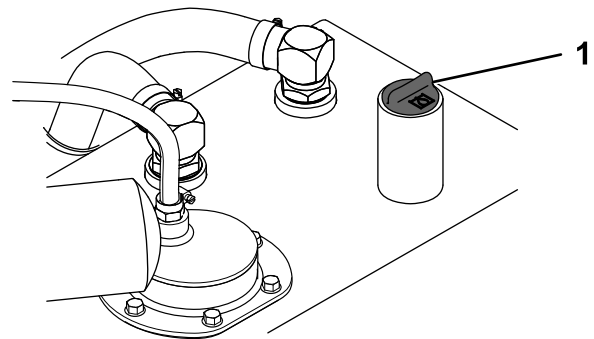

Figura 77
6. Limpie la zona alrededor del cuello de llenado del depósito de fluido hidráulico (Figura 77).